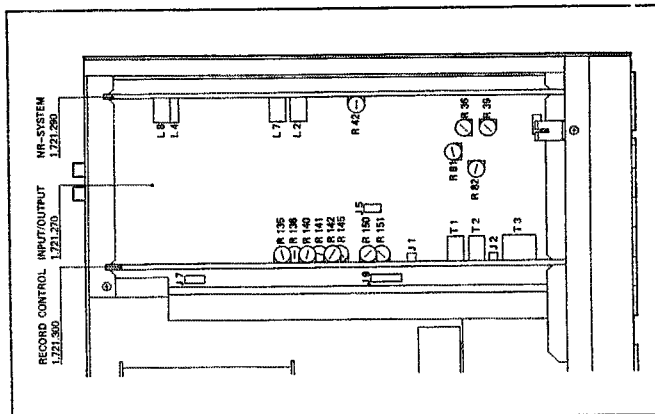

Fig. 5.1
- Induktivitäten L2 und L4, auf Platine NR-SYSTEM, auf minimale Spannung am Ausgang abgleichen. Dämpfung muss  $\geq 30$  dB betragen (Fig. 5.1)
- mit dem Trimpotentiometer R42 (auf der Platine NR-SYSTEM) Ausgangspegel des rechten Kanals auf den Wert des linken Kanals einstellen (Fig. 5.1)